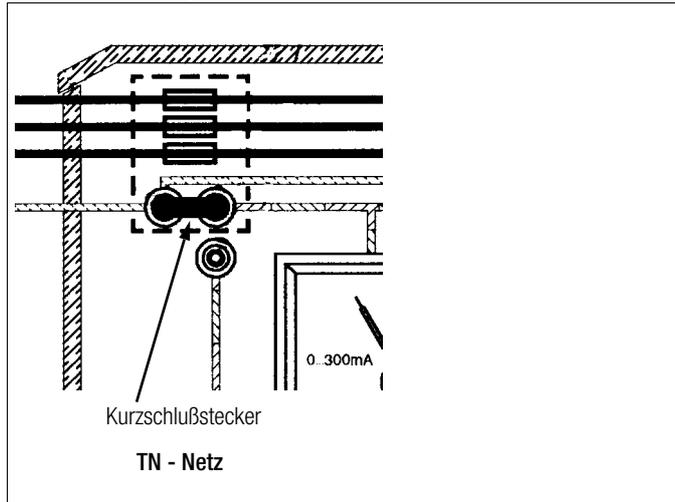
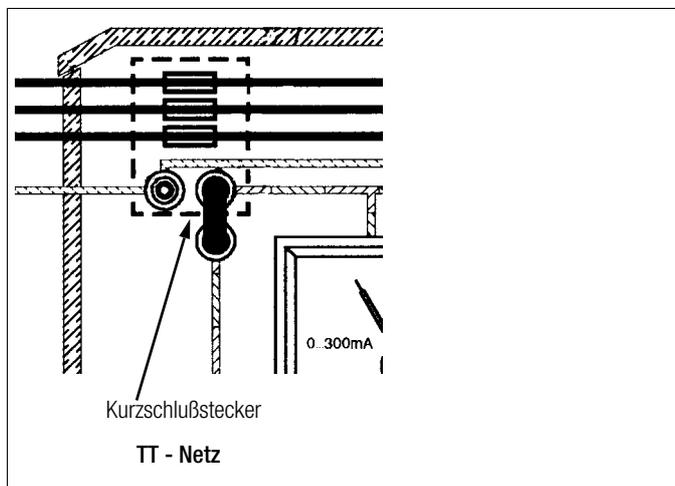

Bild 6.1-1
Bild 6.1-2
- ⇨ Legen Sie mit dem Kurzschlußstecker (Zubehör) die gewünschte Netzform fest, siehe Bild 6.1-1 und Bild 6.1-2.
Im TT-Netz [Bild 6.1-2] können Sie mit den Schaltern R_B bzw. R_E [Bild 8.1-1] verschiedene Erdungswiderstände zur Demonstration zuschalten.